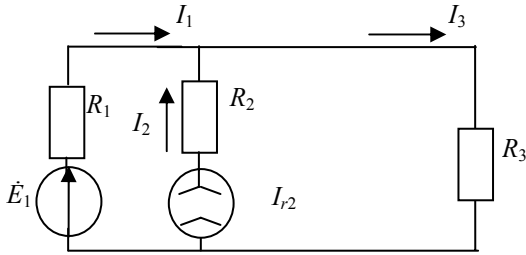
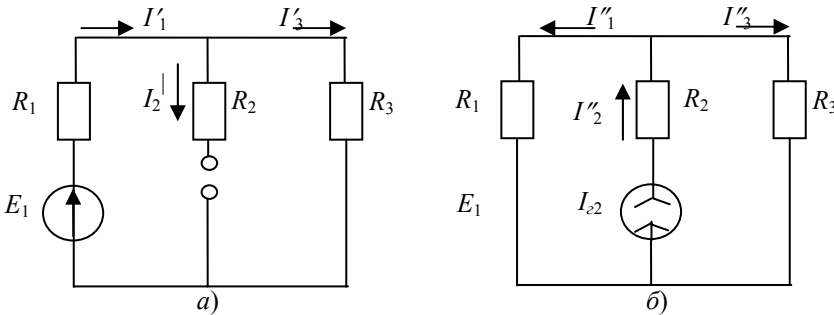

Рис. 3.19
Рис. 3.24
3.2.7. Методом наложения определить токи в ветвях цепи (рис. 3.19), где  $E_1 = 16$  В,  $I_{r2} = 2$  А,  $R_1 = R_2 = R_3 = 2$  Ом.
3.2.7. Истинные токи в цепи (рис. 3.19) будем находить как алгебраическую сумму токов в цепях (рис. 3.24).
Для цепи (рис. 3.24, а), где действует только ЭДС  $E_1$ , а источник  $I_{r2}$  исключен (вторая ветвь оказалась разомкнутой, так как внутреннее сопротивление источника бесконечно велико), находим
Для цепи (рис. 3.24, б), где действует только источник тока  $I_{r2}$ , а источник ЭДС  $E_1$  исключен (на месте источника оказался короткозамкнутый участок, так как внутреннее сопротивление идеального источника ЭДС отсутствует), находим: